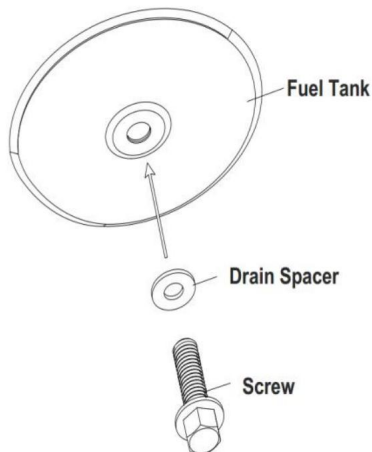

Abb. 7: Ablassschraube wieder einsetzen
4. Zum Ersetzen den Ablaufkopf vollständig in die Ablauföffnung hineindrücken und sichern, indem Sie die Dichtungskappe vollständig in die Kopföffnung hineindrücken (siehe Abb. 7).